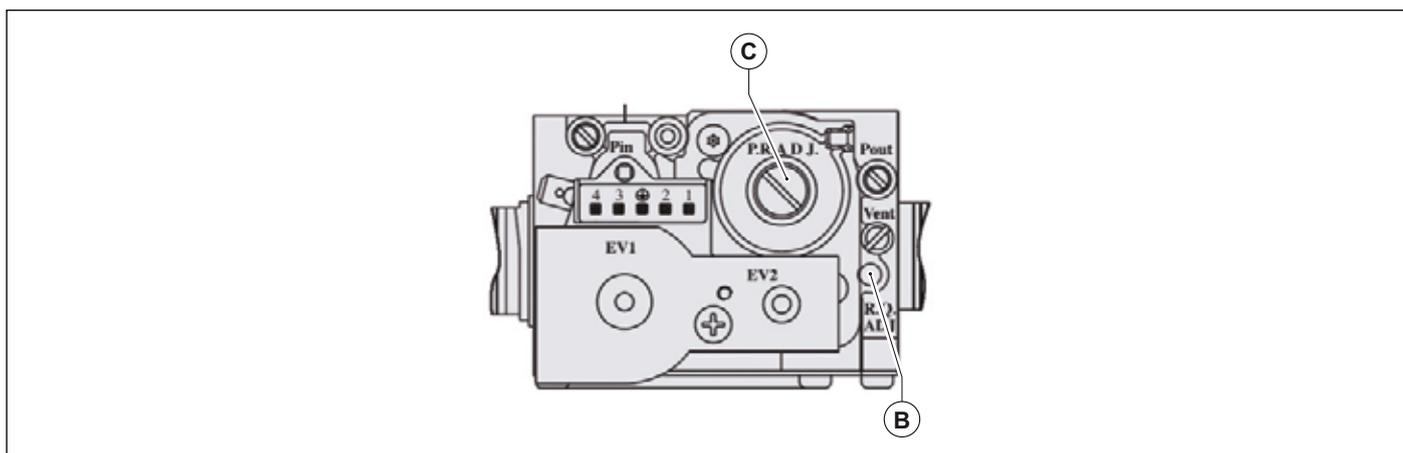

Abb. 27 Einstellen des Gas-Kombiventils
- Den CO₂ Wert mit einem Abgasanalysegerät messen und anpassen, an der kleinen Einstellschraube **B** an dem Gas-Kombiventil einstellen (siehe Abb. 27 Einstellen des Gas-Kombiventils) die Abgaswerte überprüfen/anpassen, siehe Tab. 22 CO₂- Werte. Das Gerät im Schornsteinfegerbetrieb belassen und zum nächsten Schritt „Einstellen der min. Brennerleistung“, übergehen.
- Den CO₂-Wert mit einem Abgasanalysegerät messen und anpassen, die Einregulierung der Gasmenge min. findet an der großen Schraube **C** des Gas-Kombireglers statt, Grenzwerte (siehe Abb. 27 Einstellen des Gas-Kombiventils) die Abgaswerte überprüfen/anpassen, siehe Tab. 22 CO₂- Werte.